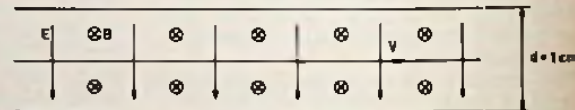

Fig. 1a.
- 3 Een elektron beschrijft tussen de platen van een geladen condensator onder de gecombineerde invloed van een homogeen elektrisch- en een homogeen magnetisch veld een eenparige rechtlijnige beweging. Het elektrische- en het magnetische veld staan loodrecht op elkaar en loodrecht op de bewegingsrichting van het elektron. De richting van de elektrische veldsterkte E en van de magnetische inductie B zijn aangegeven in fig. 1a.